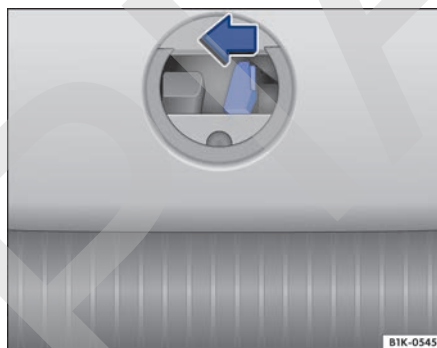

Fig. 85 En el portón del maletero: desbloqueo de emergencia del portón (berlina).
- Retire la tapa redonda del guarnecido interior del portón del maletero → fig. 85.
- Presione la palanca de desbloqueo en el sentido de la flecha → fig. 85. El portón del maletero se desbloquea.